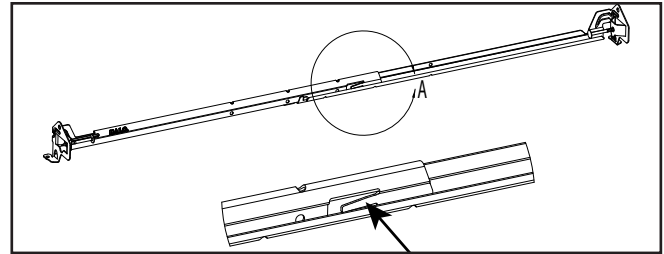
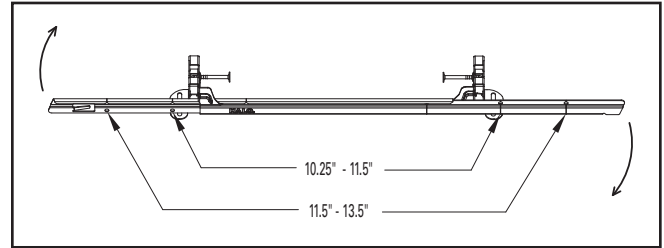

Figure 3.
Figure 4.
2. Les barres de suspension peuvent être raccourcies pour pouvoir s'adapter à un centre de structure de 30,5 cm (12 po). Retirez-les du caisson en appuyant sur la languette et en les glissant pour les éloigner. (Figure 3). Séparez le long des lignes de repère en pliant dans le sens illustré – aucun outil requis. (Figure 4).